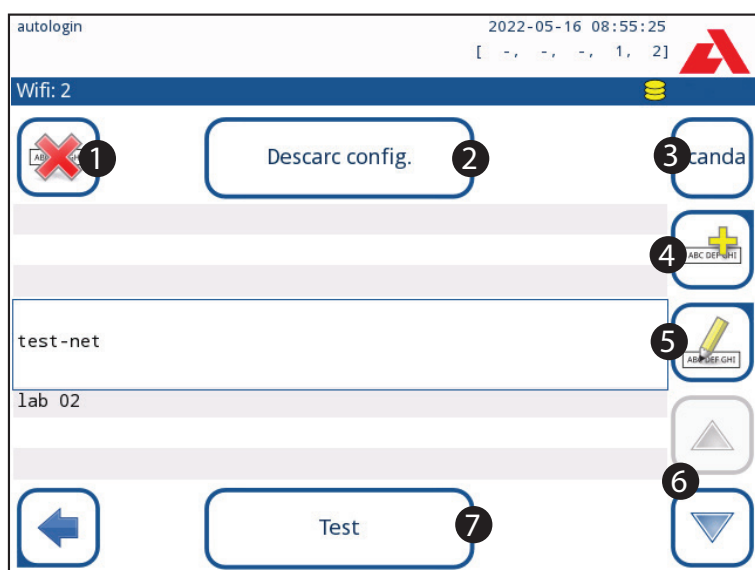

Figura 48: Ecranul Wi-Fi (disponibil din ecranul de configurare Ethernet)
2. Atingeți butonul **Scanare**. Sistemul afișează toate rețelele care se află în raza de acțiune, enumerate în ordinea descrescătoare a intensității semnalului. Utilizați butoanele săgeată **Sus** și **Jos** (numerotate cu 6 în Figura 48) pentru a poziționa cursorul deasupra
rețelei și atingeți butonul **Adăugare element** (numerotat cu 4 în **Figura 48**). Pe ecranul cu tastatură care se afișează, introduceți parola pentru rețeaua selectată și atingeți **OK**.
3. Atingeți din nou butonul **Scanda** pentru a-l dezactiva. Utilizați butoanele săgeată **sus** și **jos** (numerotate 6 în **figura 48**) pentru a poziționa cursorul deasupra rețelei și atingeți butonul **Test**. Un text de stare va fi afișat sub numele rețelei. Atunci când textul de stare apare ca **FINALIZAT**, analizorul este conectat la rețeaua fără fir selectată.
2. Atingeți butonul **Adăugare element** (numerotat 4 în **figura 48**). Pe ecranul cu tastatură care se afișează, introduceți ESSID (nume) și apoi parola pentru noua rețea fără fir.
3. Utilizați butoanele săgeată **sus** și **jos** (numerotate 6 în **figura 48**) pentru a poziționa cursorul deasupra rețelei și atingeți butonul **Test** (numerotat 7 în **figura 48**). Un text de stare va fi afișat sub numele rețelei. Atunci când starea apare ca **FINALIZAT**, analizorul este conectat la rețeaua fără fir selectată.
4. Atingeți butonul **Descarc config**. (numerotat 2 în **figura 48**) pentru a încărca fișierele de configurare arhivate de pe unitatea flash USB. Sistemul dezarhivează și salvează fișierele pe unitatea flash USB în folderul **/usr/local/WIFI**.
2. Utilizați butoanele săgeată **sus** și **jos** (numerotate 6 în **figura 48**) pentru a poziționa cursorul deasupra rețelei.
3. Atingeți butonul **Șterge** sau **Editare** (numerotate cu 1 și, respectiv, 5, în **figura 48**), după cum este necesar. Urmați instrucțiunile și mesajele care se afișează.